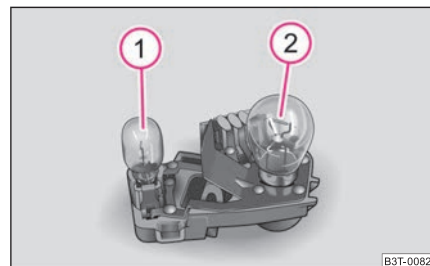

Fig. 225 Parte interior de la unidad de luces posteriores: lámparas
- A fin de cambiar una bombilla de la luz posterior ① ⇒ fig. 225, saque la bombilla defectuosa del portalámparas y coloque una nueva.
- Para cambiar la bombilla de la luz posterior antiniebla ② ⇒ fig. 225, gire la bombilla defectuosa a izquierda, hasta el tope, y retírela.
⇒ página 255, fig. 225.